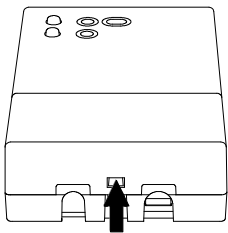

Abb. 2
- 2 Mit einem Schraubendreher die Lasche vorsichtig eindrücken (Abb. 2).